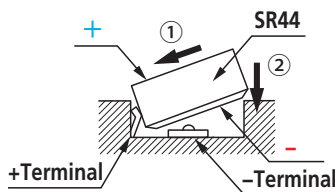

Fig. 1
5. ใส่ถ่านขนาด SR44 (Order No.938882) โดยให้ขั้วบวกอยู่ด้านบน (Fig. 1)